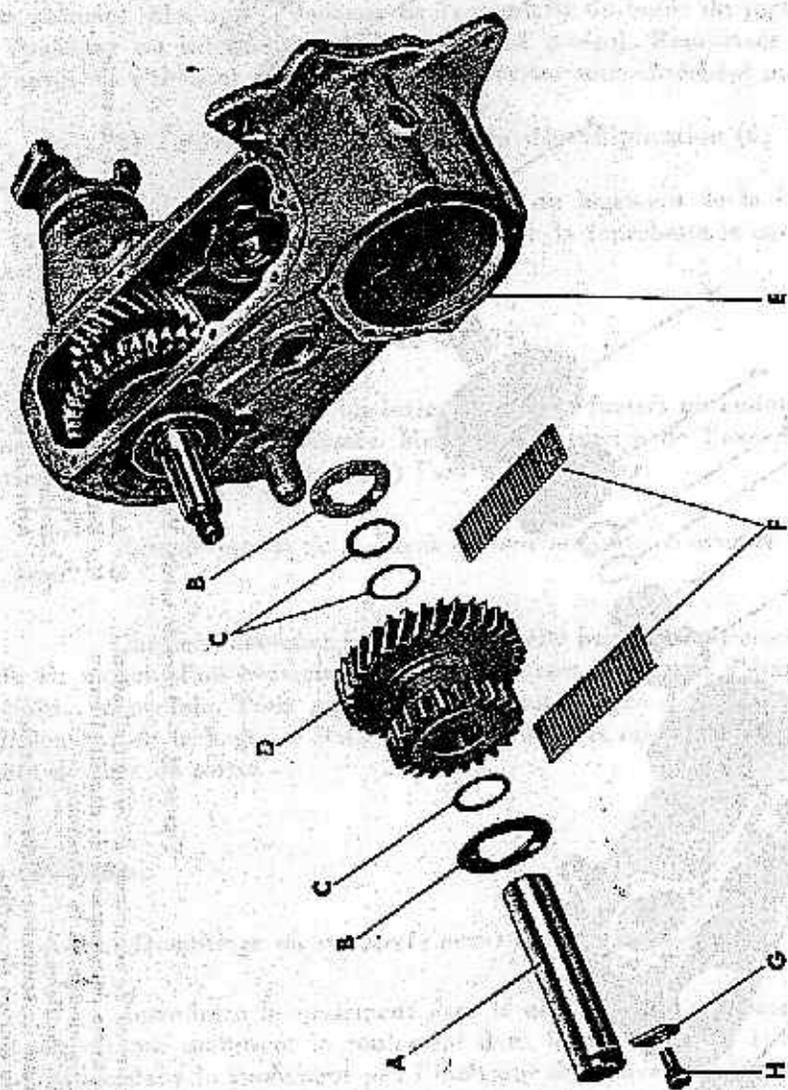

FIGURE 25. — Train de pignons intermédiaires. Vue éclatée (motéle renforcé).
C. — *Dépose du couvercle inférieur et du pignon intermédiaire (fig. 25 et 27).*
3) Ensemble de pignon intermédiaire (fig. 25).
E. — *Mise en place du pignon intermédiaire (fig. 25).*